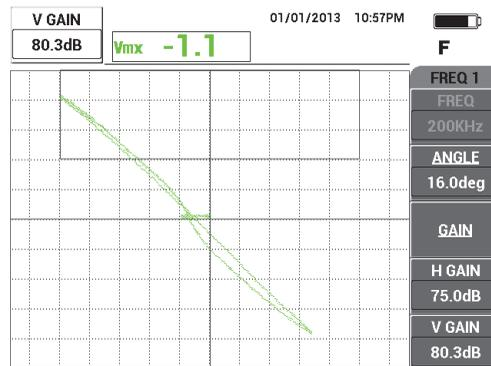

Figura 5-58 Señales extendidas verticalmente a través de la pantalla
7. Pulse tres veces la tecla **GAIN (dB)** para acceder al parámetro **V GAIN** (ganancia vertical) y, después, incremente la ganancia vertical con la rueda de ajuste hasta que la señales alcance un 80 % de la altura de la pantalla. Vea la Figura 5-58 en la página 186.